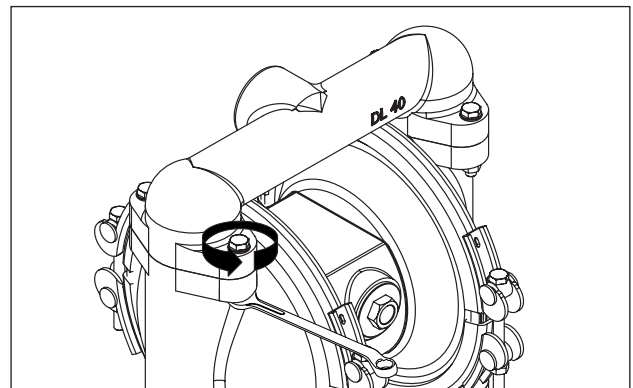

Abb. 8: Saug- und Druckstutzen entfernen.
- Schrauben lösen und Druck- und Saugstutzen demontieren (Abb. 8).